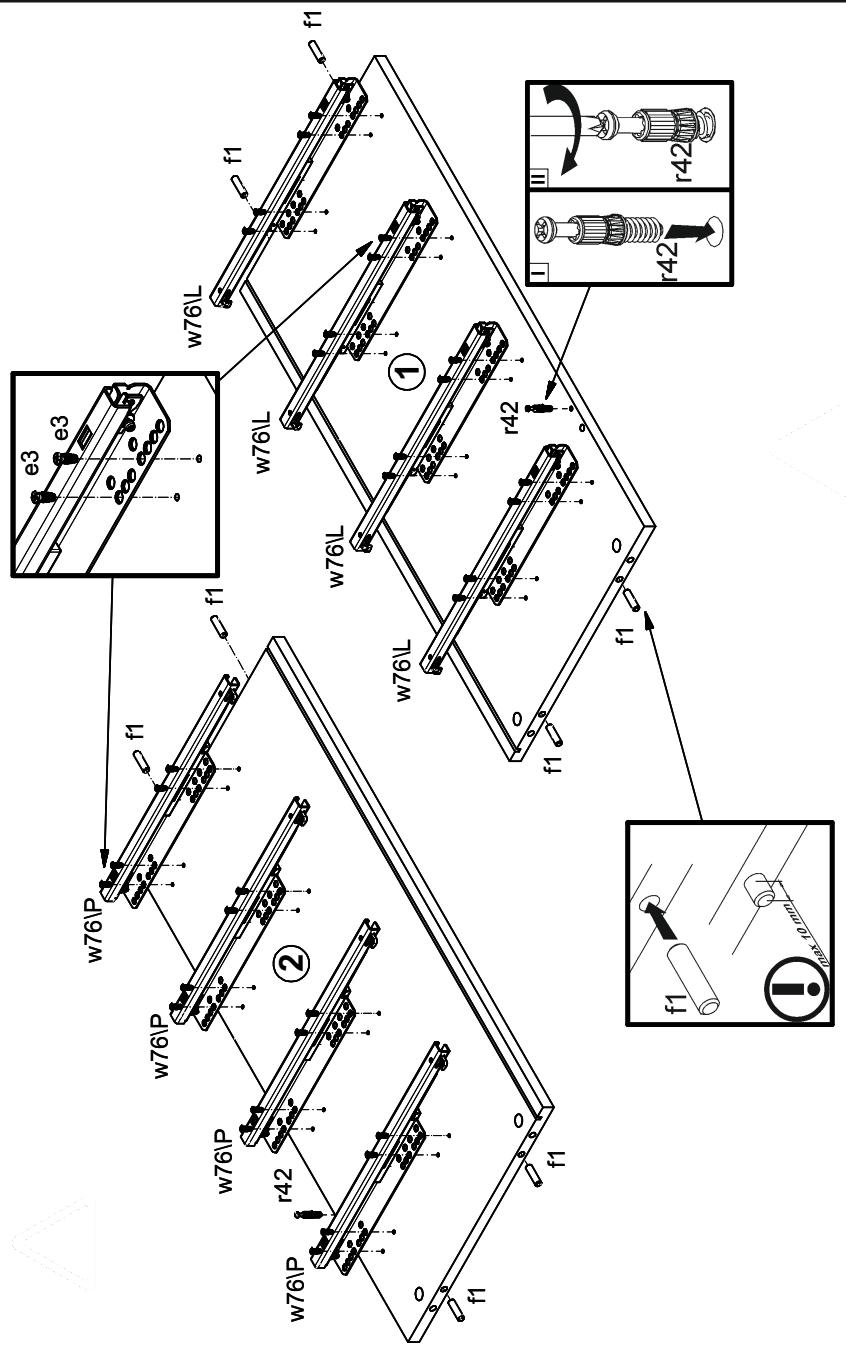
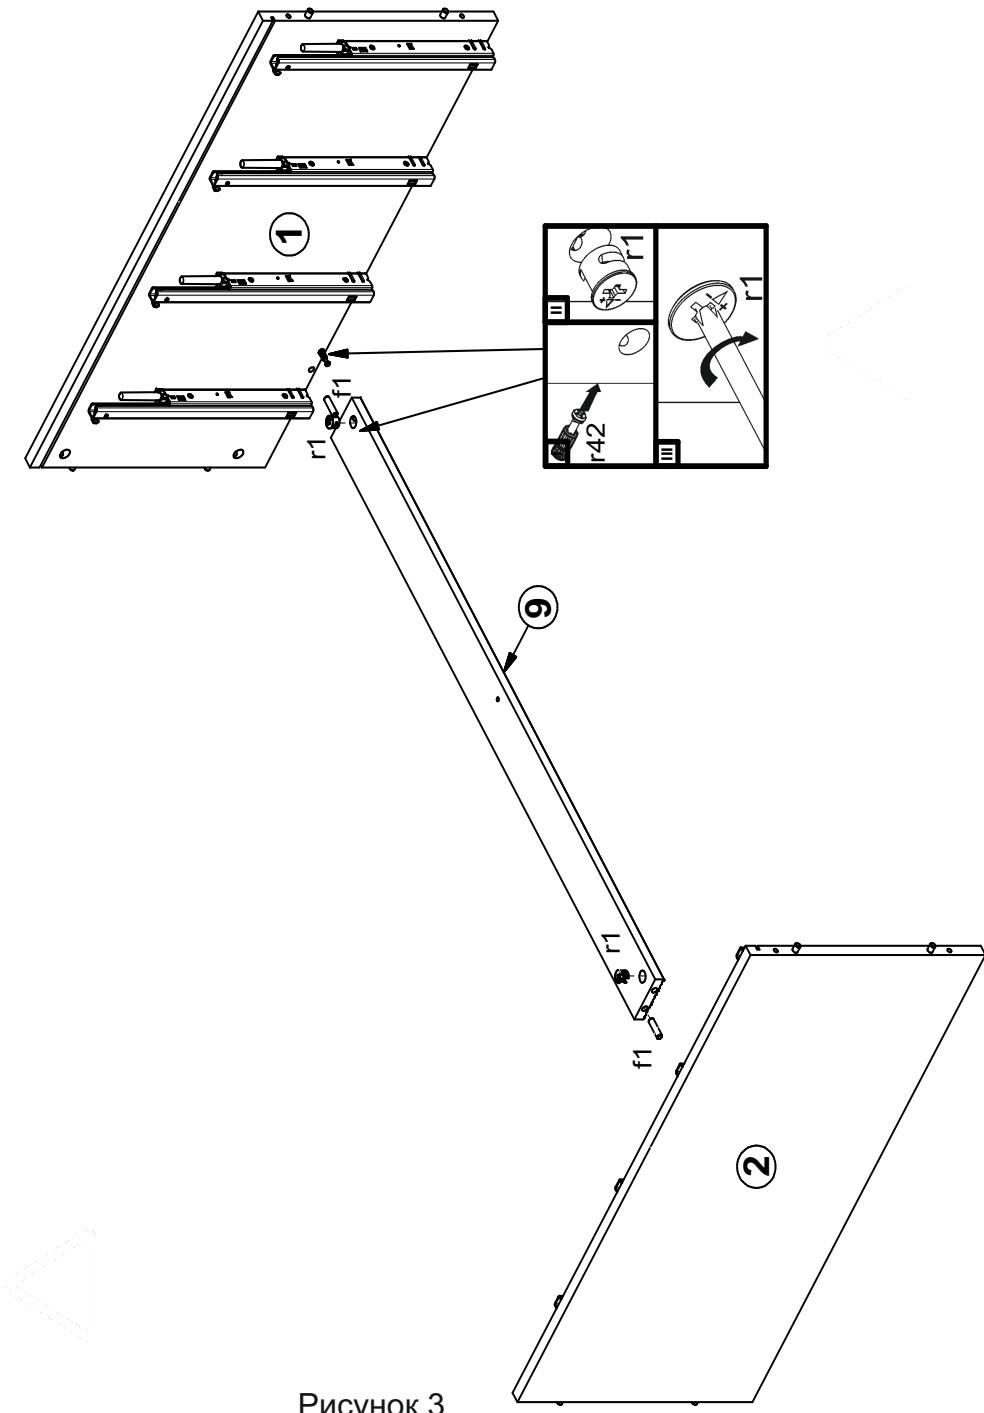
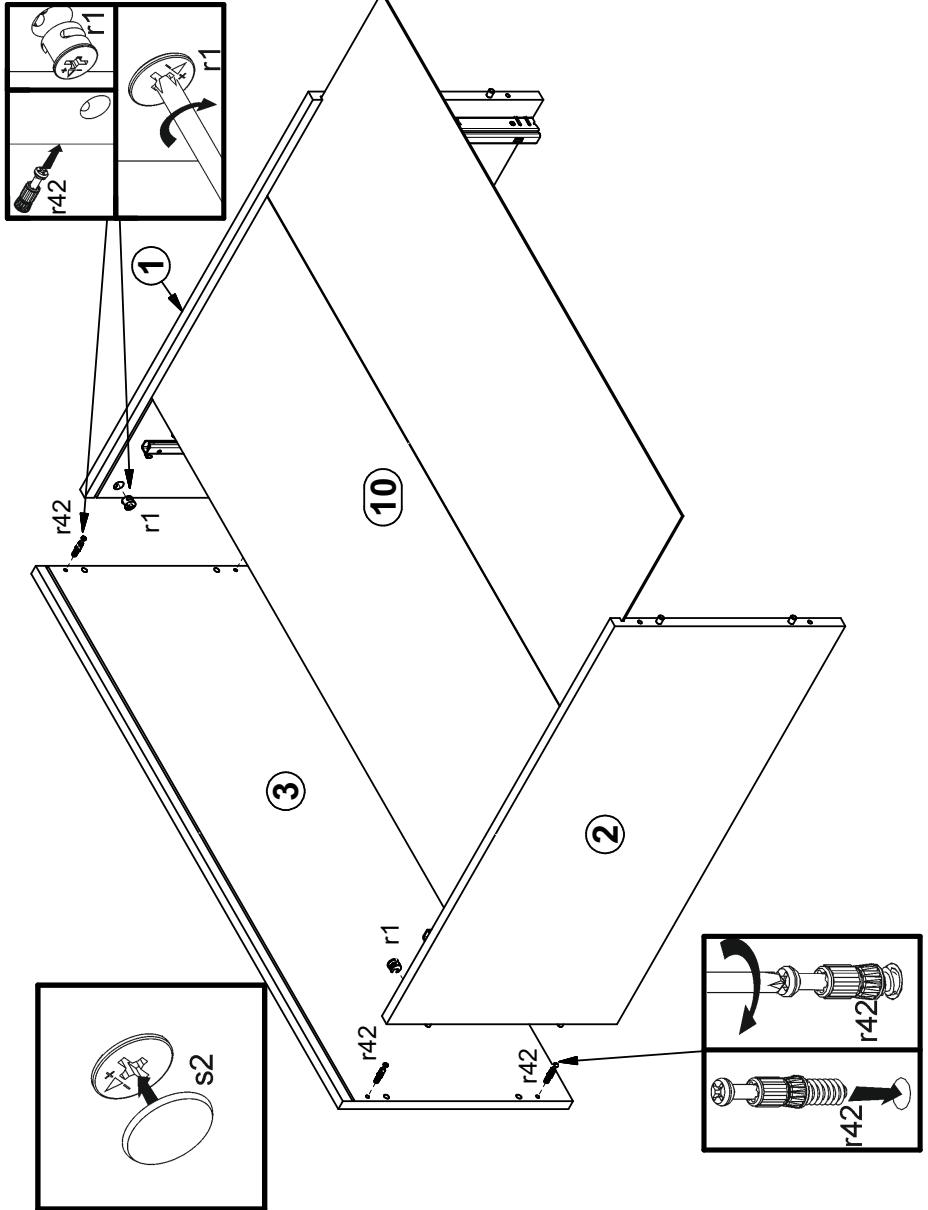

Рисунок 2
Рисунок 3
Рисунок 4
4.2 В отверстия Ø8 мм на верхних и нижних кромках стенок боковых 1 и 2 (см. рис. 2) и в торцах планки декоративной рифленой 8 вбить деревянные шканты f1 (см. рис. 3).
4.3. В отверстия Ø4 мм на внутренних поверхностях стенок 1,2 еврошурупами e3 закрепить по 4 комплекта направляющих w76l и w76lP (см. рис. 2).
4.4. В отверстия Ø5 мм на внутренних поверхностях стенок 1,2 (см. рис. 2), на нижней поверхности щита верхнего 3 (см. рис. 4) вкрутить винты стяжки r42.
4.5. В отверстия Ø15 мм на задней поверхности планки декоративной рифленой 9 (см.рис. 3), на внутренних поверхностях стенок 1,2 (см.рис. 4) вставить стяжки эксцентриковые r1.
4.6. Соединить детали 1, 2, 9 и затянуть стяжки эксцентриковые r1, пользуясь отверткой (см. рис. 3).
4.7. Присоединить щит 3 к стенкам 1, 2 с помощью шкантов f1, затянуть стяжки эксцентриковые r1, пользуясь отверткой, вставить стенку заднюю 10 в пазы в деталях 1, 2, 3. Передние стяжки закрыть заглушками s2 (см. рис. 4).